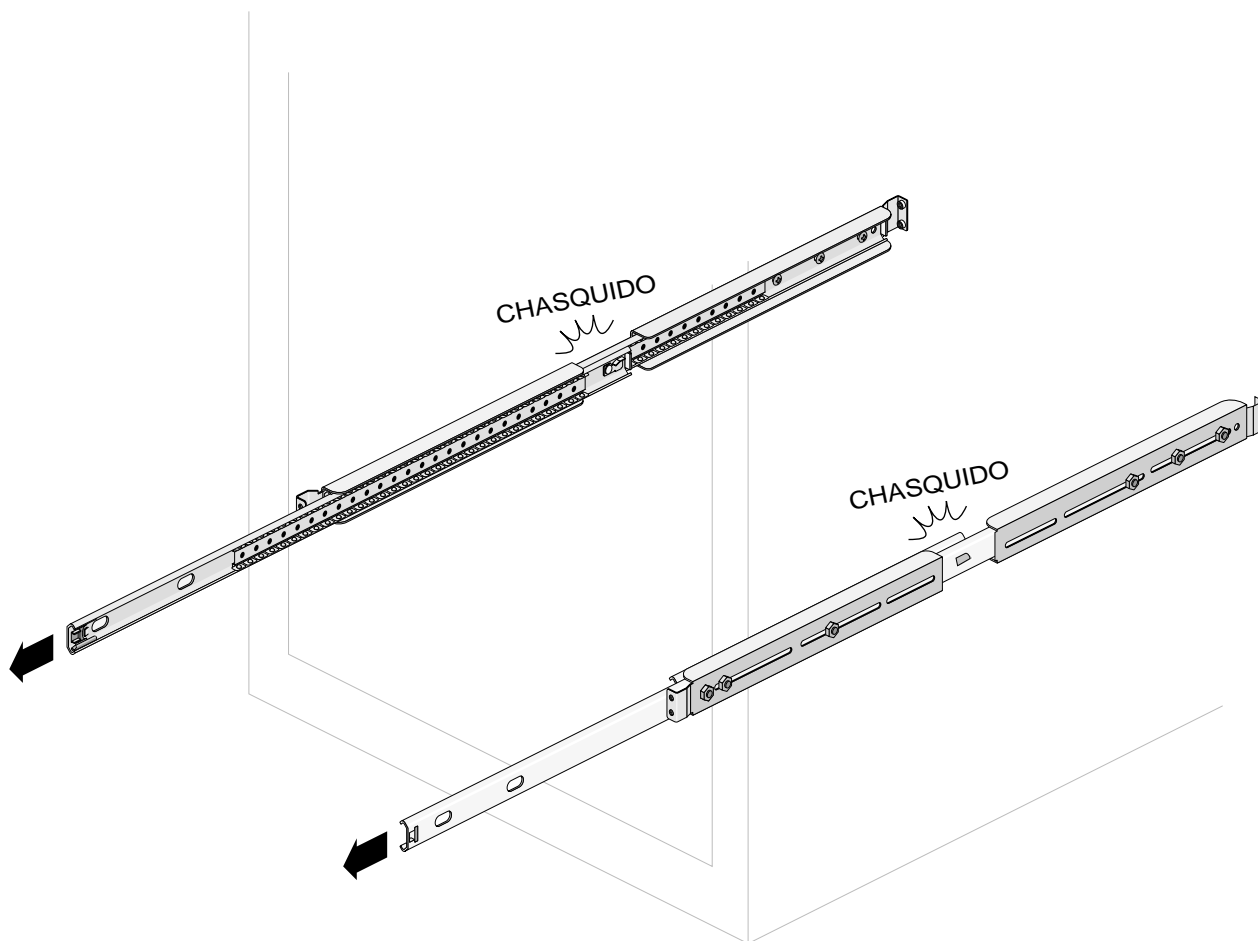

Figura 2-9 Extensión de los rieles corredizos del bastidor
1. Extienda completamente los rieles corredizos izquierdo y derecho hacia fuera del bastidor (consulte los detalles en la Figura 2-9). Cuando estén completamente extendidos emitirán un chasquido y quedarán bloqueados en posición.